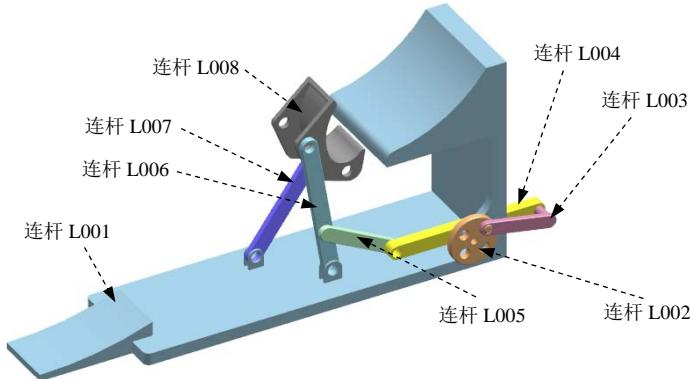

图 10.2.2 定义连杆
(1) 定义连杆 L001。选择下拉菜单  →  命令，系统弹出“连杆”对话框，选中  **固定连杆** 复选框，选取图 10.2.2 所示的零件为连杆 L001，其余参数接受系统默认，在“连杆”对话框中单击  按钮。
(2) 定义连杆 L002。在“连杆”对话框中取消选中  **固定连杆** 复选框，选取图 10.2.2 所示的零件为连杆 L002，在“连杆”对话框中单击  按钮。
(3) 定义连杆 L003。选取图 10.2.2 所示的零件为连杆 L003，在“连杆”对话框中单击
(4) 定义连杆 L004。选取图 10.2.2 所示的零件为连杆 L004，在“连杆”对话框中单击 **应用** 按钮。
(5) 定义连杆 L005。选取图 10.2.2 所示的零件为连杆 L005，在“连杆”对话框中单击 **应用** 按钮。
(6) 定义连杆 L006。选取图 10.2.2 所示的零件为连杆 L006，在“连杆”对话框中单击 **应用** 按钮。
(7) 定义连杆 L007。选取图 10.2.2 所示的零件为连杆 L007，在“连杆”对话框中单击 **应用** 按钮。
(8) 定义连杆 L008。选取图 10.2.2 所示的零件为连杆 L008，在“连杆”对话框中单击 **确定** 按钮，完成所有连杆的定义。